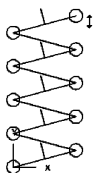

图 11-16 绘制
(5) 单击“默认”选项卡“绘图”面板中的“直线”按钮 ↗ ，绘制线段。直线的起点为第一条多段线的中点，终点的坐标为 ($@50<105$)，重复上述步骤，结果如图 11-16 所示。